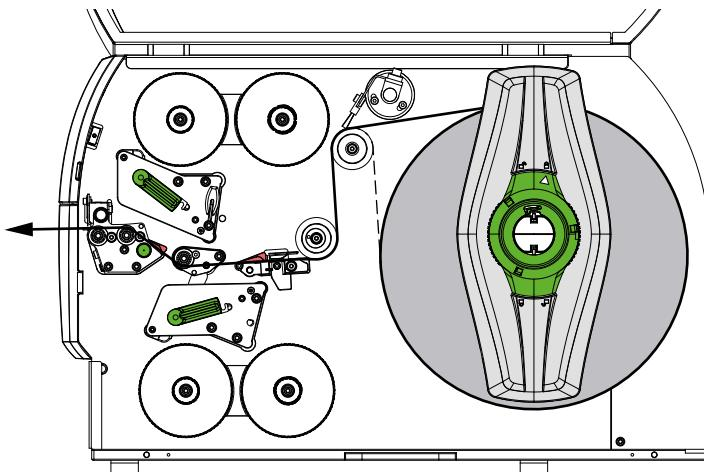
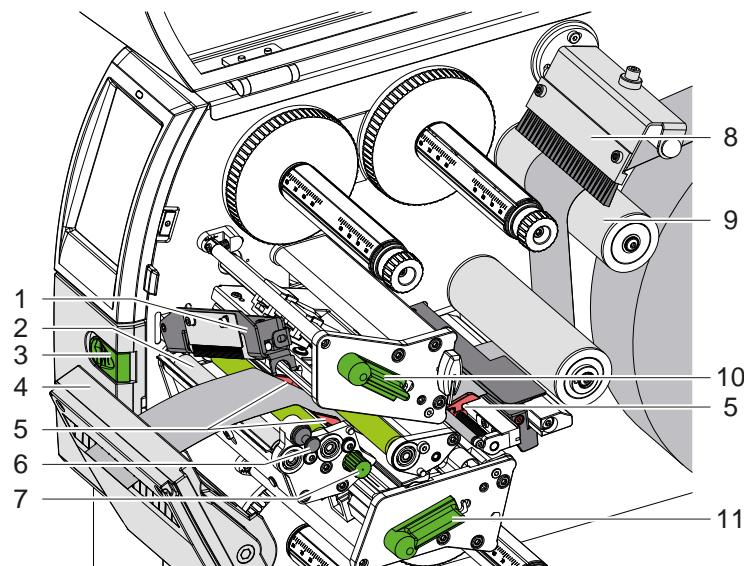

Bild 12 Materiallauf
Bild 13 Material in Druckmechanik einlegen
1. Materialstreifen von der Rolle abwickeln und gemäß Bild 12 zur Druckmechanik führen.
2. Rastbolzen (6) ziehen. Das Andrucksystem (1) schwenkt nach oben.
3. Hebel (10) gegen den Uhrzeigersinn und Hebel (11) im Uhrzeigersinn drehen, um beide Druckköpfe anzuheben.
4. Bürste (8) von der Umlenkrolle (9) abschwenken.
5. Führungen (5) durch Drehen des Knopfes (7) so weit auseinander fahren, dass das Material dazwischen passt.
6. Material wie in Bild 13 durch beide Druckeinheiten bis zur Zugwalze (2) führen und zwischen den Führungen (5) platzieren.
7. \* Geräte mit Messer: Knopf (3) zur Seite schieben und die Messerbaugruppe (4) vom Drucker abschwenken, Material zwischen den Klingen des Messers hindurch schieben und Messer anschwenken.
8. Führungen durch Drehen des Knopfes (7) dicht an die Materialkanten heranfahren.
10. Rastbolzen (6) ziehen. Andrucksystem (1) nach unten drücken und mit Rastbolzen verriegeln.
13. Bürste (8) an die Umlenkrolle (9) anschwenken.